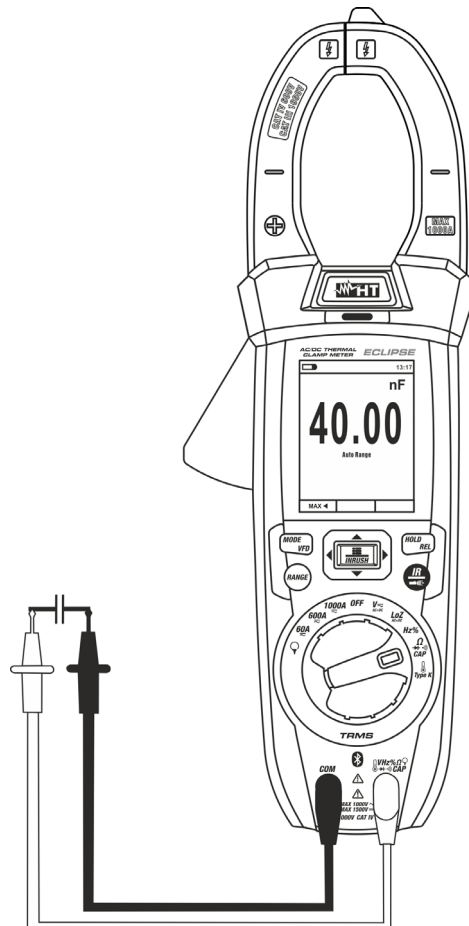

Abb. 29: Verwendung des Gerätes für Kapazitätsmessung
5. Verbinden Sie die Messleitungen mit den beiden Enden des zu messenden Kondensators und dabei achten Sie, wenn nötig, auf die positive (rotes Kabel) und negative (schwarzes Kabel) Polarität (siehe Abb. 29). Der Wert erscheint im Display. **Je nach Kondensator, könnte das Gerät einige Sekunden brauchen, bevor das korrekte Endergebnis angezeigt wird.** Der Bargraph ist bei dieser Funktion nicht aktiv.